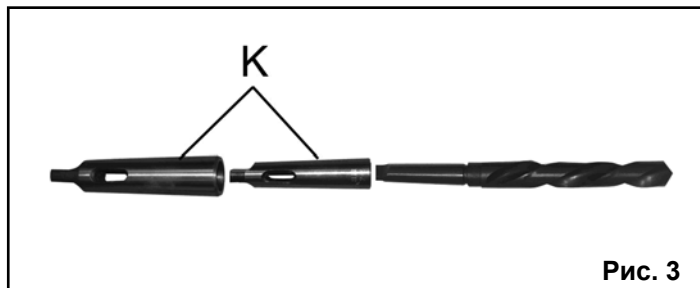

Рис. 3
При необходимости установите на станок сверло с коническим хвостовиком непосредственно в шпиндель или через один из адаптеров (К), Рис.1, как показано на Рис.3
Извлечение из шпинделя (23), Рис.5, сверла с коническим хвостовиком или адаптера (К), Рис.3, производится аналогично извлечению сверлильного патрона (25) с дорном (24), Рис.5. Вместо дорна (24) из шпинделя (23) с помощью клина (28), Рис.5, извлекается сверло с коническим хвостовиком или адаптер (К), Рис.3